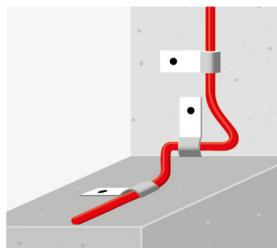

Fig. 2
- Pour les très grandes épaisseurs de paroi ( $d > 60$  cm): installer à une distance de 25 cm du bord de l'eau (installation dans les coins: Fig. 2)